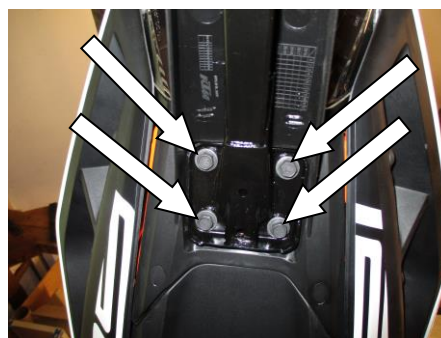

ABBILDUNG 2
- Entfernen Sie die vier Schrauben, die den original Kennzeichenhalter an der Unterseite des Hilfsrahmens befestigen – siehe Abbildung 2. Entfernen Sie den Kennzeichenhalter vom Motorrad und die Kabel vorsichtig rausziehen.